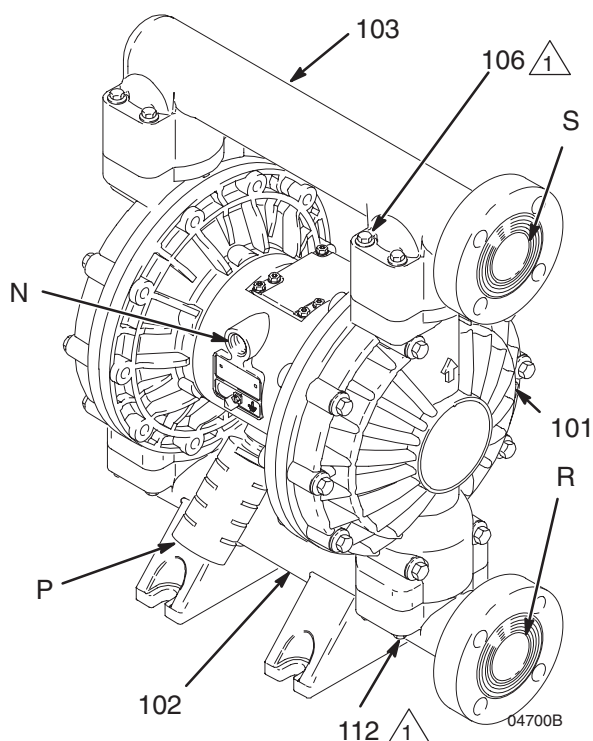

Fig. 4
La pompe est livrée avec les orifices d'entrée (R) et de sortie (S) dans le même sens. Voir fig. 4. Pour inverser le sens de l'orifice d'entrée et/ou de sortie:
1. Retirer les vis (106 et 112) maintenant le collecteur d'entrée (102) et/ou de sortie (103) sur les carters (101).